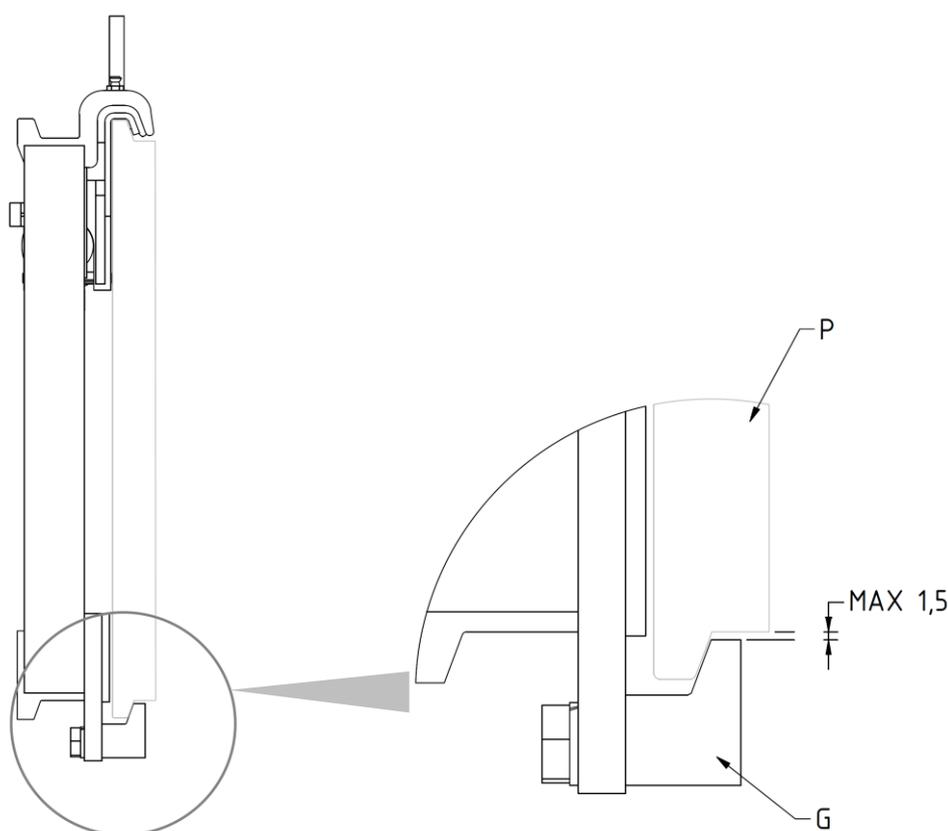

Figura 6
8. Atornillar los dos ganchos inferiores **G** para que su cuerpo quede enganchado debajo a la placa porta horquillas **P** (con un juego máximo de 1,5 mm, mira *Figura 6*) apretando con el par de apriete indicado en la *Tabla 3*.